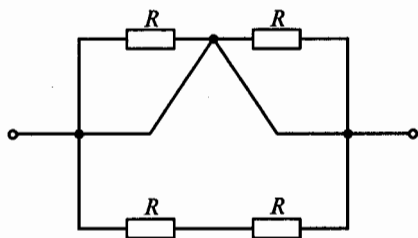

Рис. 22
**1.36. Р.** На рис. 22 все резисторы имеют одинаковое сопротивление  $R$ . Чему равно эквивалентное сопротивление этой цепи?